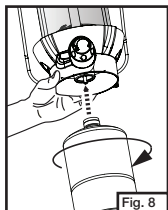

Fig. 8
- Fixez la bouteille à la lanterne; serrez à la main, sans fausser le filetage. (Fig. 8)